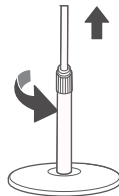
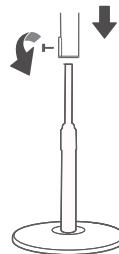

Fig.3
Fig.4
- Desserrer la vis de serrage (B) et aligner le corps du moteur (A) avec le tube réglable (C). Visser de nouveau la poignée pour les fixer (Fig. 3).
- Retirer l'écrou de fixation des pales (H) et celui de fixation de la grille (G).
- Aligner les orifices de la grille arrière (I) avec les ajustements du corps du moteur (A). Fixer la grille arrière avec son écrou (G) et bien serrer. Installer les pales (J) sur l'arbre moteur et serrer l'écrou de fixation (H) (Fig. 4)